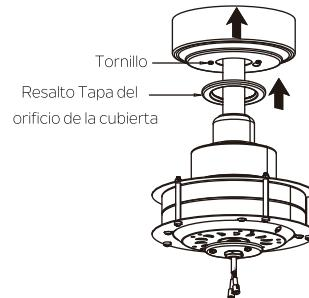

Fig. 16
**Paso 3.** Sujete con firmeza y ajuste la tapa del orificio de la cubierta sobre los tornillos de resalto en el soporte de montaje utilizando la ranura principal de cierre por torsión. (Fig. 16)